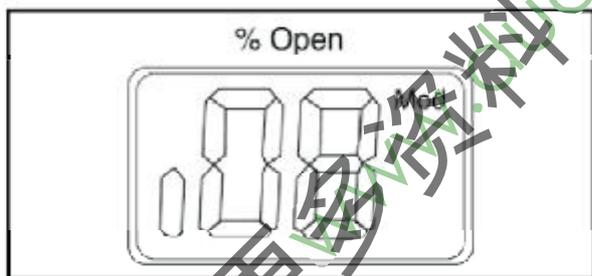

图25
- 在屏幕上显示的ICM阀门开度一般为0- 100%。如果20秒内并未按任何按钮，屏幕将一直显示开度。（图25）